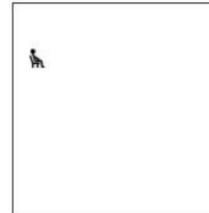

Abb. 6: Start-Bildschirm
- ⇒ Das Blutdruckmessgerät schaltet sich automatisch ein, macht einen Display-Test und zeigt den Start-Bildschirm an. (siehe Abb. 5 und Abb. 6).
⇒ Das Display zeigt den Start-Bildschirm an (siehe Abb. 6).
⇒ Das Display zeigt den Start-Bildschirm an (Abb. 6).